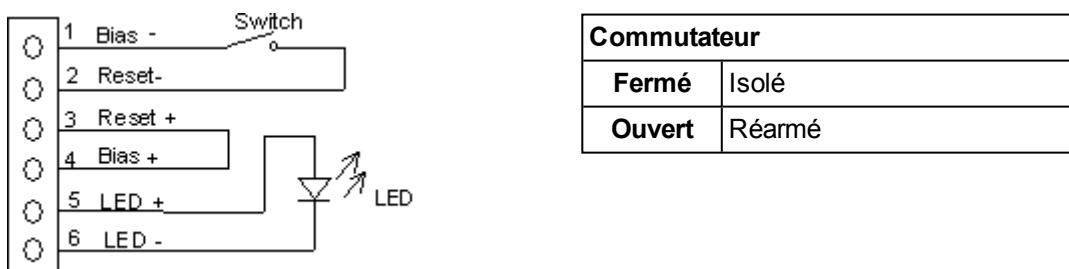

Figure 6-12: Détails de raccordement des câbles auxiliaires
| Bias +/- | Cette borne fournit une tension de 10V par l'intermédiaire d'une résistance 1K pour effectuer une des fonctions ci dessous selon la Figure 6-12 au moyen d'un commutateur déporté. |
- Raccorder les câbles de Réarmement, la LED déportée et les câbles polarisés selon les besoins du site en se référant à la Figure 6-12